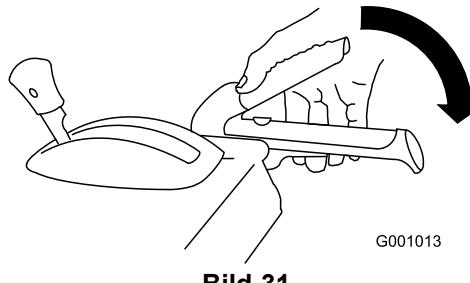

Bild 31
- Drücken Sie zum Einkuppeln des Räumwerk-/Gebläseradantriebs den rechten Hebel (Räumwerk/Gebläserad) zum Handgriff (Bild 31).